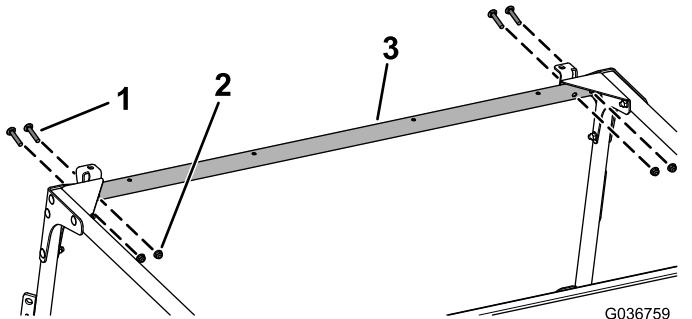

Figura 36
- Sujete provisionalmente el enlace transversal delantero a los soportes y a las chapas de unión delanteras con 4 pernos de cuello cuadrado (5/16" x 1 $\frac{3}{4}$ ") y 4 tuercas con arandela prensada (5/16"), como se muestra en la Figura 36.